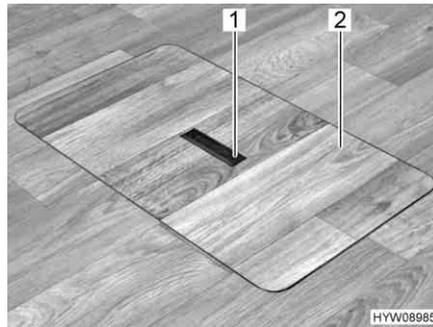
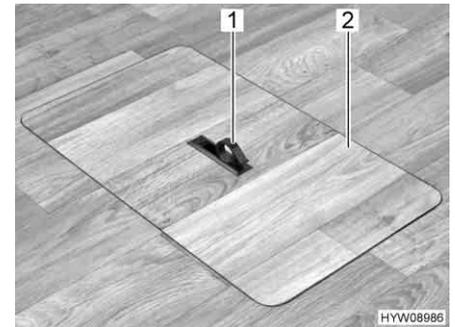

Fig. 21 Cubierta del compartimento de almacenamiento en el piso (tirador hundido)
Fig. 22 Cubierta del compartimento de almacenamiento en el piso (tirador girado hacia fuera)
- Presionar hacia abajo un lado de la placa de agarre (Fig. 21,1). El tirador (Fig. 22,1) girará hacia arriba.
- Retirar la cubierta (Fig. 22,2) hacia arriba.
- Insertar la cubierta (Fig. 22,2) en el marco en el piso.